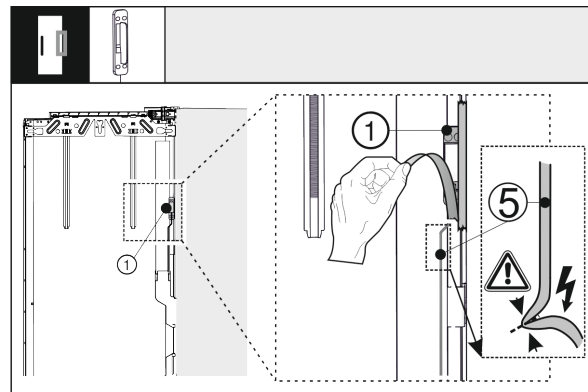

Fig. 40
- Uvoľnite snímač klopania Fig. 40 (1) z vonkajších dverí. Nepoškodte spojovací kábel Fig. 40 (5).